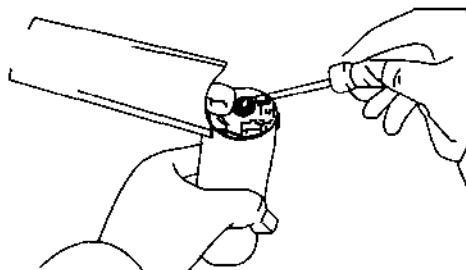

图 1.29 燃油泵滤清器位置
④ 从油泵上拆下燃油泵滤清器。燃油泵滤清器位置如图 1.29 所示。